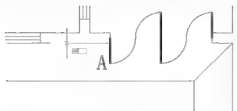

图 2.88 借助 A 点找到多段线的起点
- (1) 将当前图层换为【室外】图层。
- (2) 分别按 F8、F3 和 E 键打开【正交】、【对象捕捉】和【对象追踪】功能。
- (3) 在命令行输入“P”后按 Enter 键，启动【多段线】命令。
① 在指定起点: 提示下，捕捉如图 2.88 所示的 A 点，但不单击，将光标水平向左慢慢拖动，拖出虚线后，输入“600”并按 Enter 键。利用【对象追踪】功能并借助 A 点，找到了多段线的起点位置，此时应注意看命令行的第 2 行，查看当前线宽。
② 当前线宽为 50.0000，在指定下一个点或 [圆弧(A)/半宽(H)/长度(L)/放弃(U)/宽度(W)]: 提示下，输入“W”后按 Enter 键，表示要修改多段线的宽度。
③ 在指定起点宽度 <50.0000>: 提示下，输入“0”后按 Enter 键，表示将多段线的起点宽度改为“0”。
④ 在指定端点宽度 <0.0000>: 提示下，按 Enter 键执行尖括号内的默认值“0.0000”，表示将多段线的端点宽度也改为“0”。这样就将多段线的宽度由 50mm 改为 0mm。